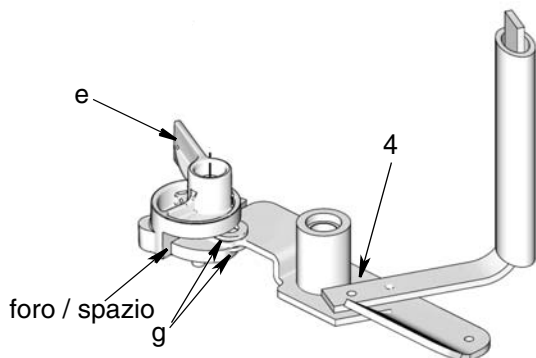

FIG. 10
- c. Per montare correttamente la pala a livello basso (e) sulla pala di mescolamento (4), fare scivolare la pala di mescolamento e le rondelle nel foro / spazio (FIG. 10).